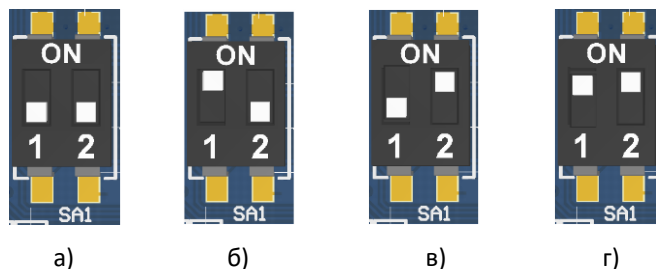

Рисунок 24. Переключатель SA1:
- Переставить тумблер 2 переключателя **SA1** в положение **ON** (см. рисунок 24 пункт в), включить ККТ. При этом будет воспроизведен характерный звуковой сигнал (короткая мелодия). Перейти к пункту 7.
6. Переставить тумблер 1 переключателя **SA1** в положение **BOOT** (см. рисунок 24).
2. Установить на плате блока управления AL.P051.41.000 тумблер **1** переключателя **SA1** в положение **BOOT (ON)** (подробнее см. рисунок 24). Изделие произведет восстановление
3. Включить изделие. Переставить тумблер **1** переключателя **SA1** блока управления в положение **BOOT (ON)** (подробнее см. рисунок 24).